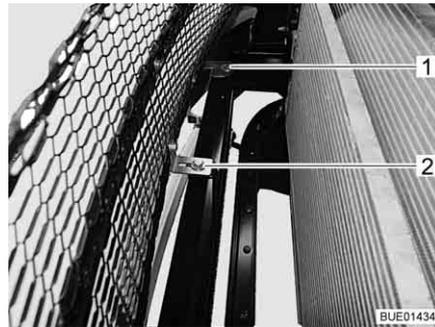

Fig. 290 Fixação da estrutura avançada de plástico
- Na armação dianteira, desaperte 2 parafusos (Fig. 290,1 e 2) e retire-os com as arruelas.
- Na estrutura avançada, ao lado da abertura do compartimento do motor, desaperte 2 parafusos (Fig. 290,4) com as arruelas e retire-os.